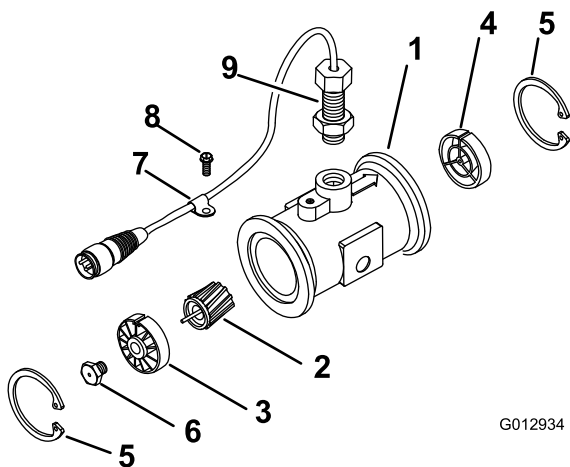

Figure 65
3. Retirez le circlip en amont (Figure 65).